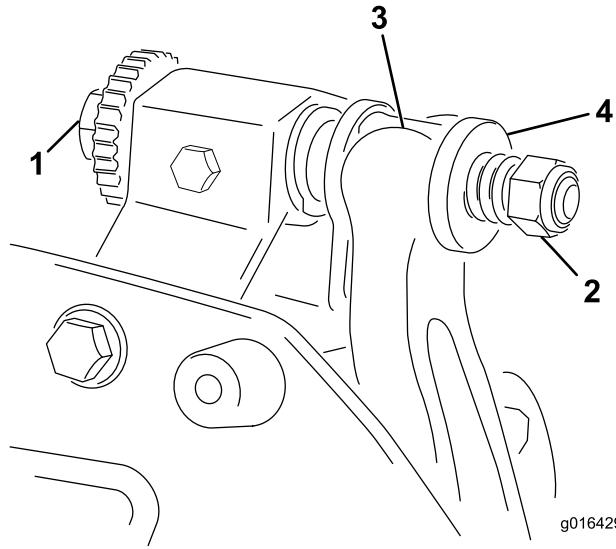

Bild 17
1. Drehen Sie die Einstellschraube des Untermesserträgers nach links, um den Abstand zwischen Untermesser und Spindel zu vergrößern (Bild 17).
2. Drehen Sie die Federspannungsmutter so weit hinaus, bis die Scheibe nicht mehr gegen den Untermesserträger angespannt ist (Bild 17).
1. Montieren Sie die Untermesserträger/Untermesser-Baugruppe. Positionieren Sie die Befestigungslaschen zwischen den Scheiben und der Untermesserträger-Stellschraube (Bild 17).